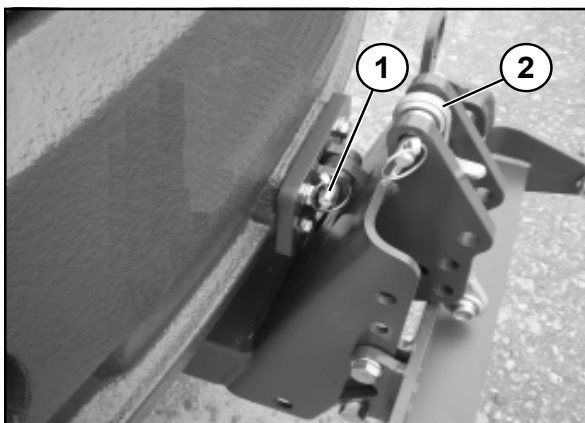

Figure 6-6
(3) Poser la plaque de montage arrière sur le palettiseur de cette manière et la déplacer par l'arrière sous le train de roulement jusqu'à ce que la plaque de montage arrière soit reliée au logement sur le train de roulement en introduisant un boulon (6-5/flèche). Bloquer les boulons à l'aide de clavettes de blocage.
(4) Rabattre le bras oscillant transversal (6-6/2) vers l'arrière comme décrit sur la figure 6-6.